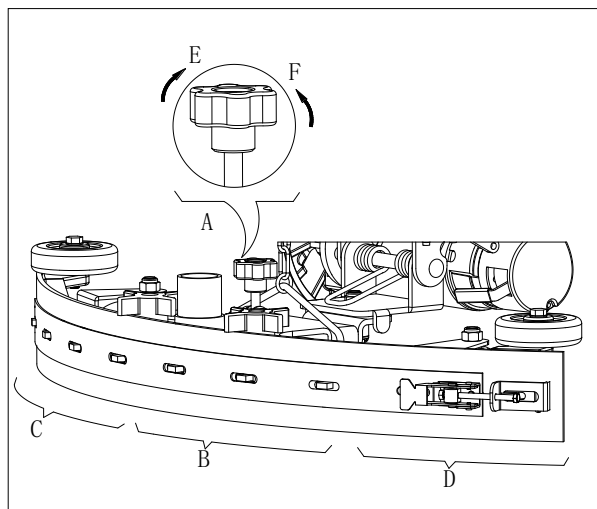

Figure 7
1. Installer la raclette (13) et fixer le bouton pour la raclette (20), puis raccorder le tuyau d'aspiration (19) à la raclette.
2. Régler l'embouchure par la poignée de réglage (A, Figure 7).
- a) S'il y a un écart entre le sol et la partie centrale de la lamelle arrière de l'embouchure (B), régler le bouton (A) dans le sens contraire des aiguilles d'une montre (F) jusqu'à ce que toute la partie de lamelle arrière de l'embouchure ait un excellent contact avec le sol, la lamelle avant touchant légèrement le sol.
- b) S'il y a un écart entre le sol et les deux extrémités de la lamelle arrière (C et D), régler le bouton (A) dans le sens des aiguilles d'une montre (E) jusqu'à ce que toute la partie de lamelle arrière ait un excellent contact avec le sol, la lamelle avant touchant légèrement le sol.